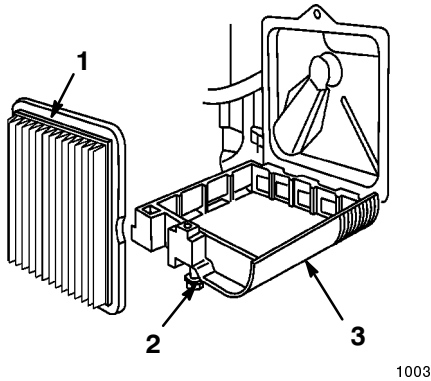

Figure 19
3. Desserrez la vis qui fixe le couvercle du filtre à air au moteur (Fig. 19).
4. Abaissez le couvercle et nettoyez-le soigneusement (Fig. 19).
5. Enlevez et jetez l'élément filtrant en papier (Fig. 19).
4. Abaissez le couvercle du filtre à air et nettoyez-le soigneusement (Fig. 19).
6. Enlevez et jetez l'élément filtrant en papier (Fig. 19).